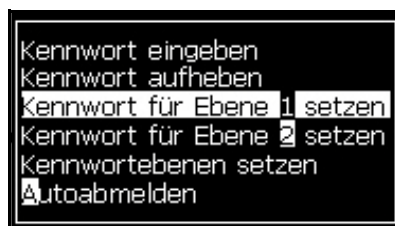
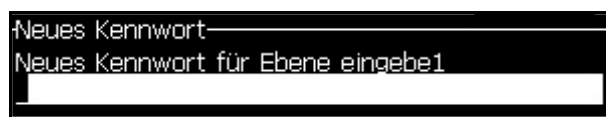

Abbildung 4-4: Kennwortebene setzen
Abbildung 4-5: Neues Kennwort
- 1 Drücken Sie die Tasten *Alt + w* und wählen Sie *Set Password for level* (Kennwort setzen für Ebene) 1 oder *Set Password for level* (Kennwort setzen für Ebene) 2 im Menü *Password* (Kennwort) (siehe Abbildung 4-4 auf Seite 4-4). Das Dialogfeld *New Password* (Neues Kennwort) erscheint (siehe Abbildung 4-5 auf Seite 4-4).